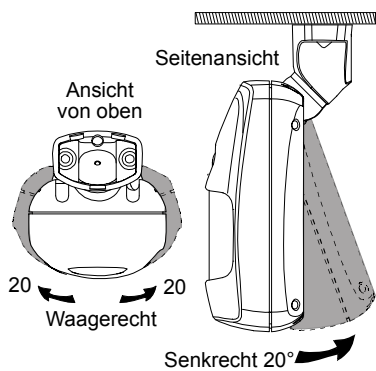

Abb. 10. Kipp-/Drehgrenzen
- J. Bewegungsmelder nach unten kippen oder so drehen, dass er in die gewünschte Richtung zeigt. Abb. 10 zeigt die verschiedenen Kipp-/Drehoptionen. Drahtdurchführungen